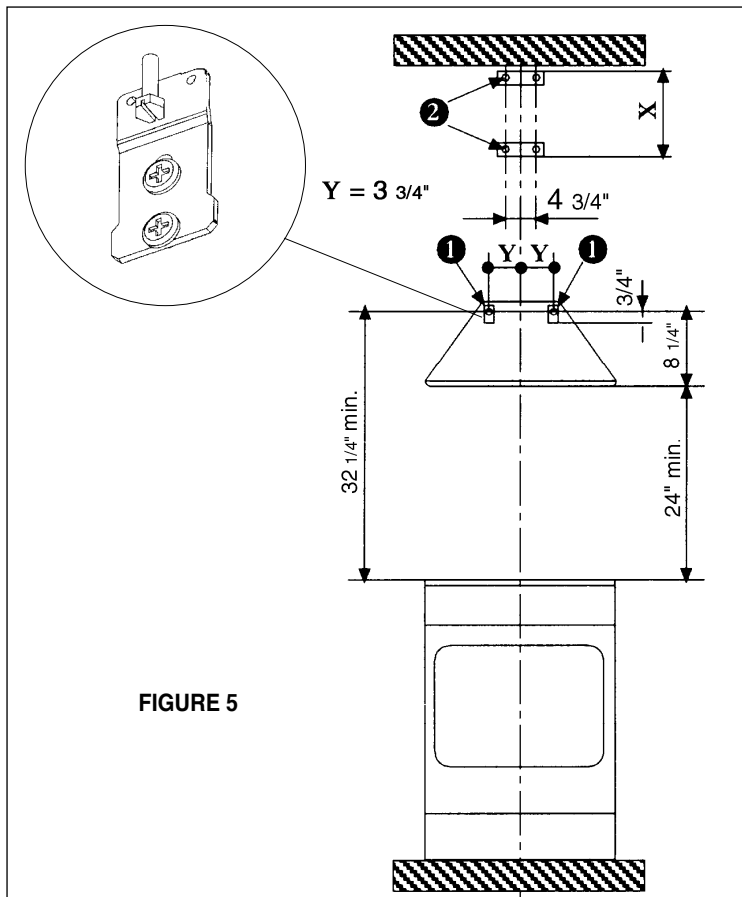

FIGURE 5
3. La hotte Synthesis s'installe au mur avec deux fixations (**1 de la FIGURE 5**). La hotte est suspendue par deux fixations qui doivent être installées avec les collerettes sur le dessus de la fixation et pointant vers l'extérieur du mur. Avant d'installer les fixations, installer les vis de réglage au bas de la fixation. Ces deux vis sont fournies dans le nécessaire de ferrures et ont des têtes hexagonales avec une encoche pour un tournevis à lame plate. Les dimensions à la **FIGURE 5** sont pour l'installation de la hotte à 24 po au-dessus du plan de travail.
4. La cheminée s'installe au mur par deux fixations (**2 de la FIGURE 5**). Noter la position des fixations. La fixation supérieure doit être installée à environ 1/8 po du plafond. La fixation inférieure doit être installée au point inférieur du manchon de la cheminée supérieure. Déterminer l'emplacement approprié pour chaque fixation et les installer au mur. **S'ASSURER QUE LES FIXATIONS SONT BIEN INSTALLÉES AU MUR.**